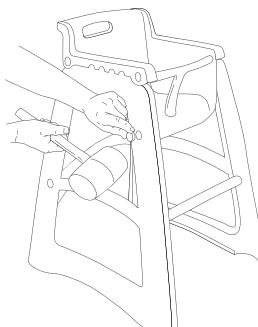

Figure 7
7. Masquez les orifices des vis à l'aide des couvercles. Utilisez le maillet en caoutchouc. Portez des lunettes de sécurité pendant la pose des couvercles. (Voir Figure 7)